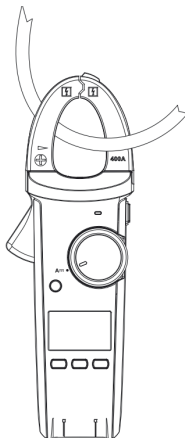

Рисунок 3
2. Измерение постоянного тока (рисунок 3)